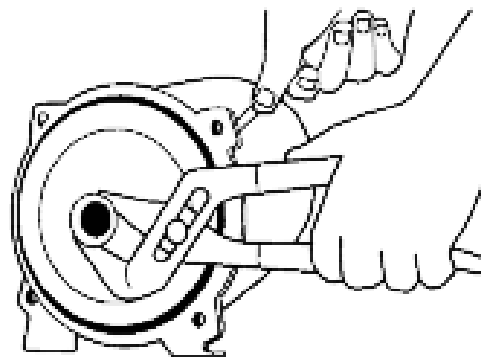

Figure 16 : Retirer la impulseur
4. Retirez la impulseur en tenant l'arbre de la pompe avec un tournevis placé dans l'extrémité fendue de l'arbre du moteur et en faisant tourner la impulseur dans le sens inverse des aiguilles d'une montre (figure 16).
3. Retirez les trois vis d'assemblage qui maintiennent le diffuseur sur la plaque d'étanchéité et retirez le diffuseur. Lors du remplacement du diffuseur, utilisez trois cales d'une épaisseur de 0,010 po également espacées entre l'œil de la impulseur et l'ouverture du diffuseur. Cela permet de centrer les diffuseurs et d'éviter le frottement de la impulseur (figure 16).